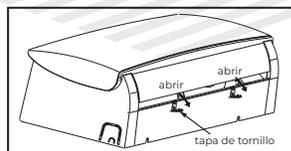
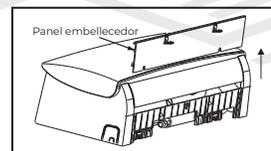

Fig.8
Fig.9
- Abra la tapa del tornillo como se muestra en la Fig.8 y retire el tornillo. A continuación, retire el panel embellecedor como se muestra en la Fig.9.